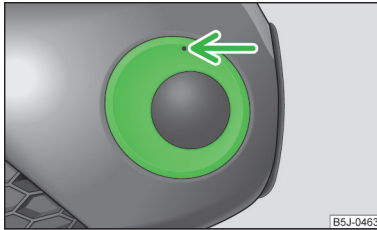

Abb. 162
- › In die Öffnung oberhalb des Nebelscheinwerfers **» Abb. 162** den Drahtbügel **» Seite 164, Bordwerkzeug** einführen und die Abdeckkappe herausnehmen.